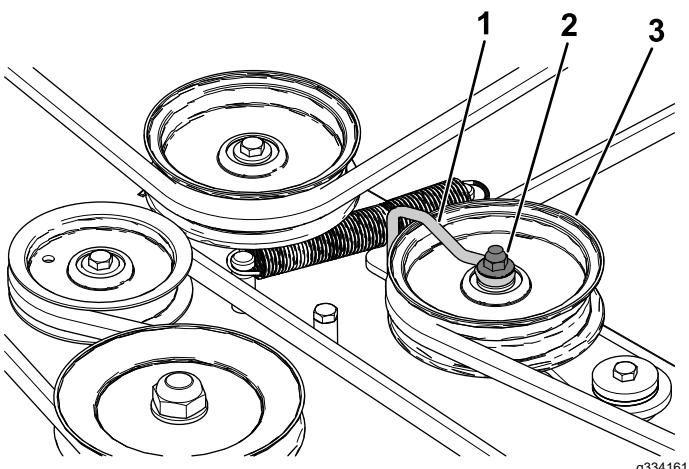

Figura 61
6. Desaperte a porca que fixa a forma de arame à polia intermédia (Figura 61).
10. Aperte a porca que fixa a forma de arame à polia intermédia (Figura 61).
- Nota:** Posicione a forma de arame contra o braço intermédio como se mostra na Figura 61.